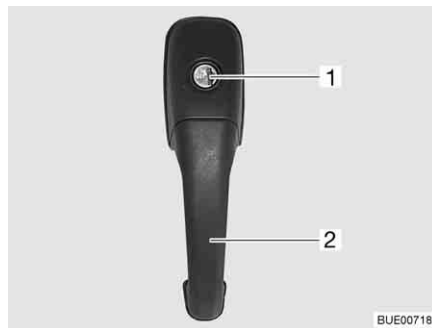

Bild 43 Dörrlås ingångsdörr, utsida
- Stick in nyckeln i låscylindern (Bild 43,1) och vrid den ända tills dörrlåset har låsts upp.
- Drag i dörrhandtaget (Bild 43,2). Dörren är öppen.
- Stick in nyckeln i låscylindern (Bild 43,1) och vrid den ända tills dörrlåset har låsts.